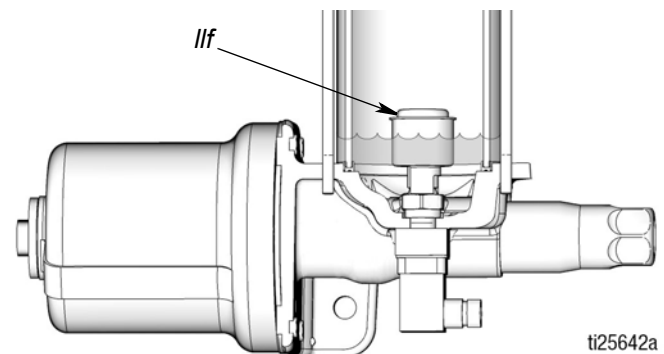

FIG. 10: Flotador de nivel bajo en posición totalmente baja
Según se va dispensando aceite, el flotador de nivel bajo comienza a bajar. Cuando el aceite del depósito llega a un nivel bajo, el flotador, situado en la parte baja (mostrado en FIG. 10) cierra el interruptor de nivel bajo normalmente abierto y se envía una señal de bajo nivel al controlador del lubricador (J).